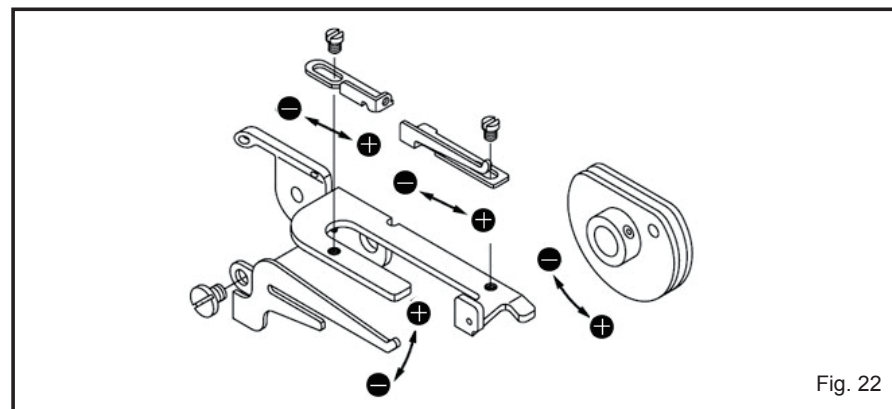

Fig. 22
4. Controle de came do do fio de ponto corrente (Fig. 22)